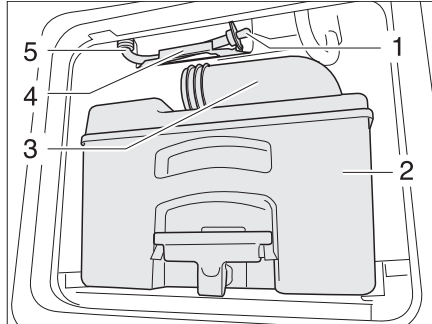

Fig. 373 Tubo de desagüe del depósito de agua del inodoro
- Vaciar el cassette (Fig. 373,2) en una estación de evacuación autorizada para ello y limpiarlo.
- Dejar el tubo de vaciado (Fig. 373,3) abierto.
- Sacar el tubo de desagüe (Fig. 373,5) de la sujeción (Fig. 373,4).
- Sacar el tapón de desagüe (Fig. 373,1) y dejar que salga el agua residual.